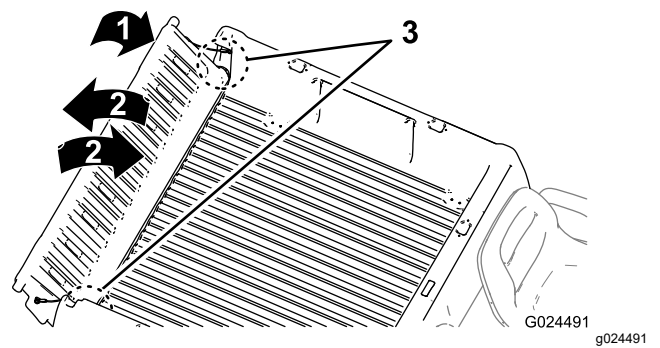

図 17
2. テールゲートを 45° 程度の角度にする 図 17。
3. この位置から、テールゲートを小刻みに前後に振るよう数回往復させる 図 17。